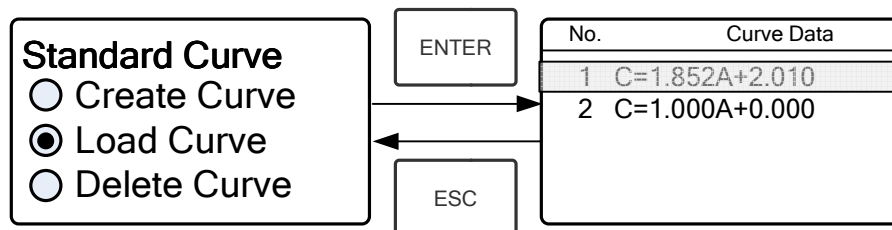

Fig. 4-17
- ★ mueva el cursor sobre “Curva de carga” y presione  para confirmar. Después, el sistema le enviará a la interfaz de almacenamiento de las ecuaciones de las curvas. (Fig. 4-17)